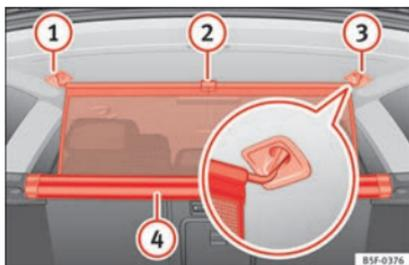

Fig. 167 Nel bagagliaio: agganciare la rete divisoria.
- Tirare verso l'alto la linguetta » fig. 167 ② per estrarre la rete dalla scatola ④
- Fissare la rete divisoria sul lato destro ③ (immagine ingrandita).
- Fissare la rete divisoria nell'alloggiamento sul lato sinistro ① tirando la barra.